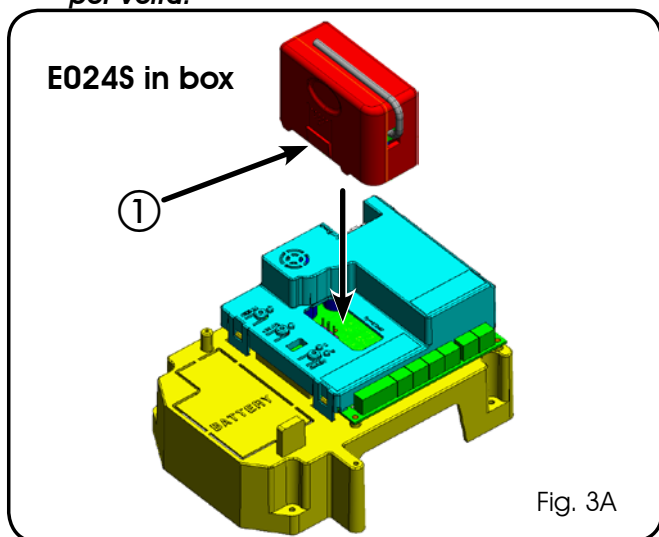
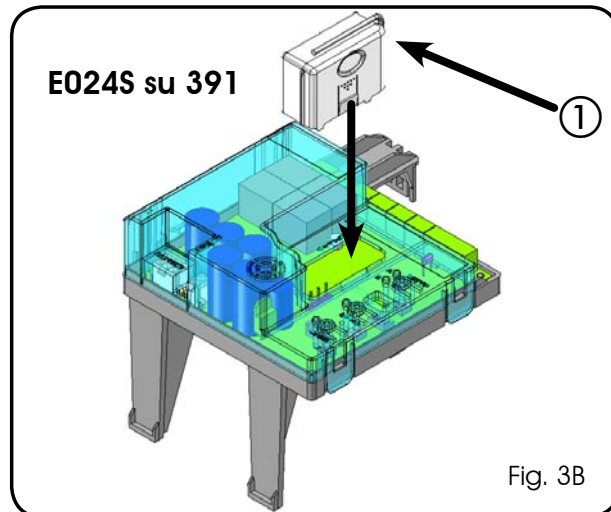

Fig. 3A
Fig. 3B
L'apparecchiatura elettronica è provvista di un sistema di decodifica (DS, SLH, LC) bi-canale integrato chiamato OM-NIDEC. Questo sistema permette di memorizzare, tramite un modulo ricevente aggiuntivo (Fig. 3A rif. ① e Fig.3B rif. ① per E024S per 391) e radiocomandi della stessa frequenza, sia l'apertura totale (OPEN A) sia l'apertura parziale (OPEN B) dell'automazione.